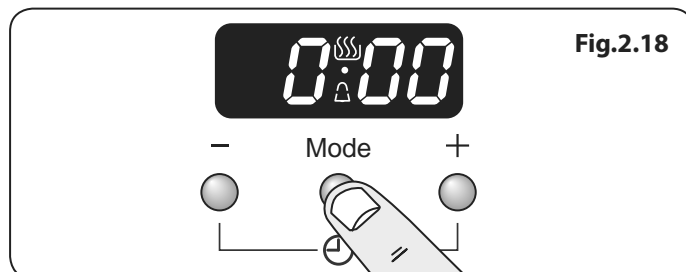
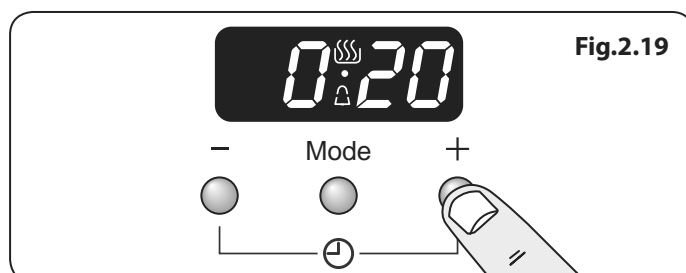

Fig.2.18
Fig.2.19
2. Appuyer sur le bouton mode [Mode] une fois (Fig.2.18). Le symbole de la cloche [🔔] clignotera sur l'écran. Sélectionner le compte à rebours souhaité entre 00.01 h et 23.59 h à l'aide du bouton [+] (Fig.2.19). Le compte à rebours débutera automatiquement et le symbole [🕒] s'affichera à l'écran.